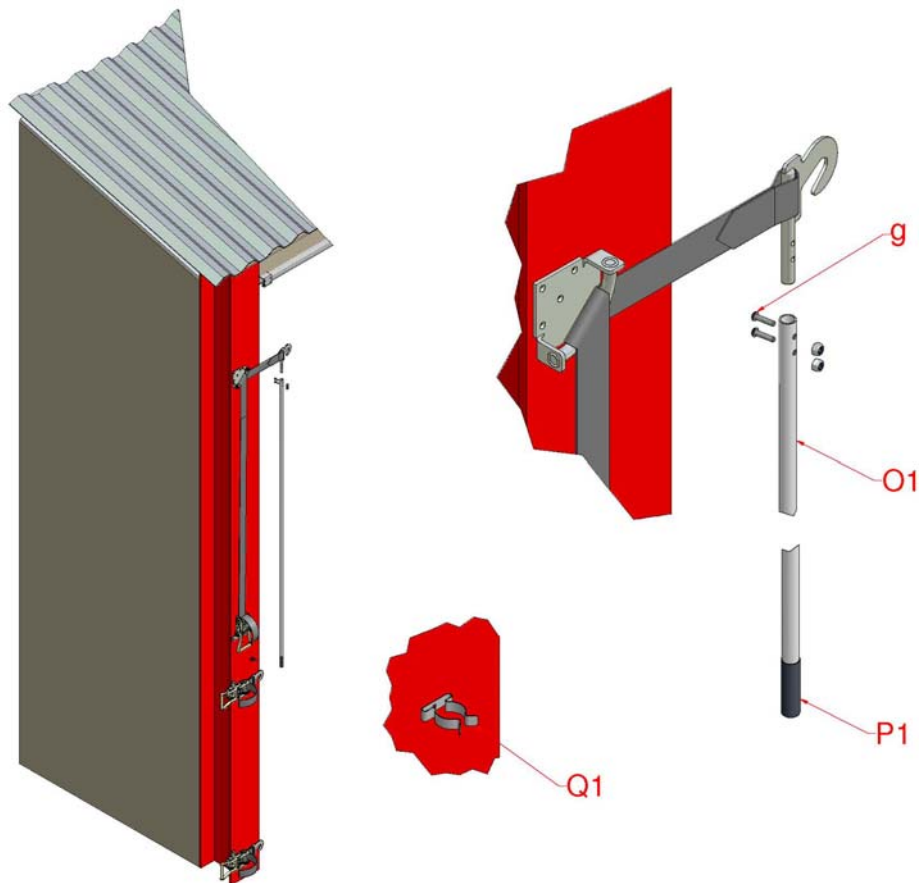

Figure 8, Manche déployable
- 10.2 Fixer le manche déployable en aluminium (O1) sur le mousqueton (M2) au moyen des vis boutons M6x25 mm (g) fournies. S'assurer que la face des écrous à filetage autofreinant est bien tournée vers l'extérieur. Découper la rallonge sur la longueur appropriée et y enficher la poignée noire (P1), Figure 8. Poser l'agrafe de butée de poteau (Q1) sur le bâtiment, pour y fixer en place le manche déployable lorsqu'il n'est pas utilisé.